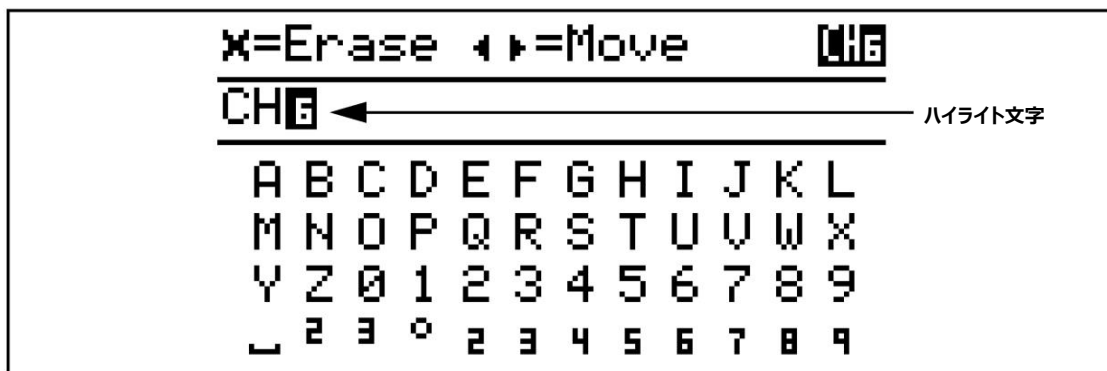

図 15 : テキスト編集
- 下向きの矢印を押すと、ハイライト箇所が**テキスト編集**セクションに移動します（下の図 15 を参照）。